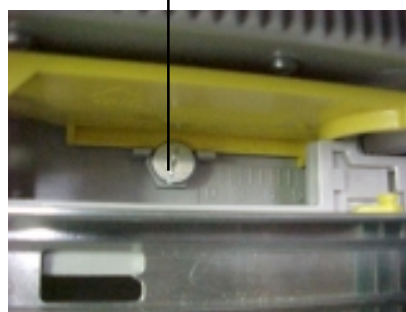
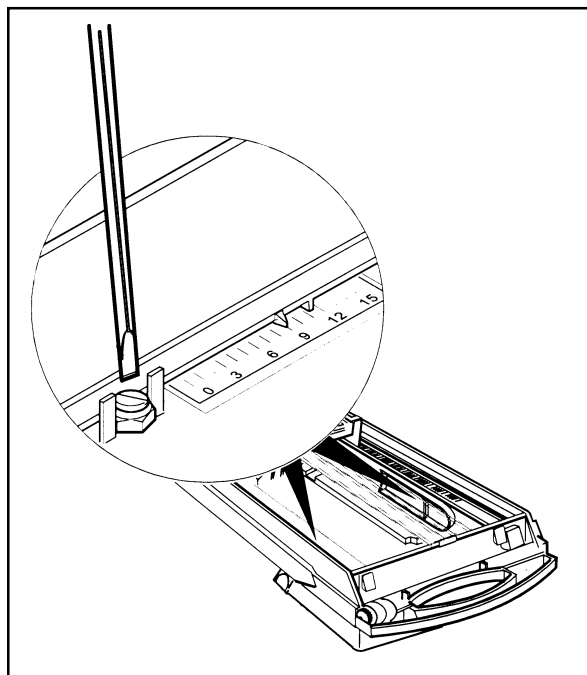

Figure 12
Figure 13
Une seule vis retient la plaque au fond de la cassette, comme l'indique la figure 12. Notez qu'il y a une règle en relief dans la partie inférieure de la cassette; une pointe au bord inférieur de la plaque de réglage se trouve vis-à-vis de la valeur de largeur actuelle, comme le montre la figure 13. À l'étape suivante, vous desserrez la vis de la plaque de réglage afin que vous puissiez déplacer la plaque jusqu'à la valeur de largeur correspondant à la largeur des billets, qui a été déterminée à l'étape 1 de cette procédure.
4. Pour faire le réglage de la largeur, commencez par l'un ou l'autre des rails-guides de gauche ou de droite. Utilisez un tournevis à lame plate pour desserrer la vis qui retient la plaque de réglage au fond de la cassette, comme l'illustrent les figures 13 et 14. Il n'est pas nécessaire d'enlever complètement la vis.